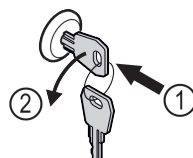

Fig. 167
- ▶ Вставьте ключ. *Fig. 167 (1)*
- ▶ Поверните ключ на 90° против часовой стрелки. *Fig. 167 (2)*